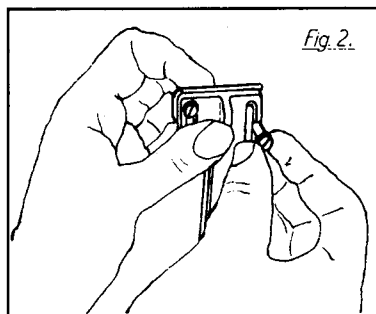
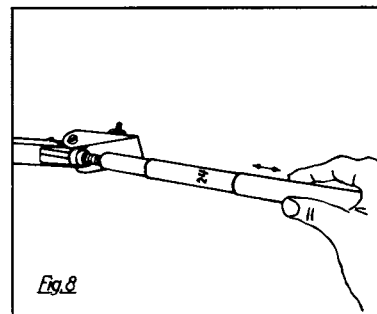

Fig. 2.
Fig. 3
2. Loosely fit a clamp (11) to the window bracket (10) using two of the screws supplied. See fig. 2. On wooden greenhouses the window and frame brackets can be screwed directly on to the woodwork. See fig. 3.
2. Montieren Sie einen der Spannbeschläge (11) los am Fensterbeschlag (10) mittels der mitgelieferten Schrauben. Siehe Abb. 2. Bei Holzhäusern müssen statt der beiden Spannbeschläge rundköpfige Schrauben benutzt werden.
3. Choose the most suitable pair of holes and loosely fit the other clamp to the frame bracket (9). Ensure the upper edge of the frame bracket is as close to the edge of the window frame as possible. See example in fig. 3.
3. Wählen Sie den geeignetsten Satz Löcher und montieren Sie den anderen Spannbeschlag lose am Rahmenbeschlag (9). Die obere Kante des Rahmenbeschlages muss so dicht an der Kante des Fensterrahmens sein wie möglich. Siehe die Beispiele in Abb. 3.